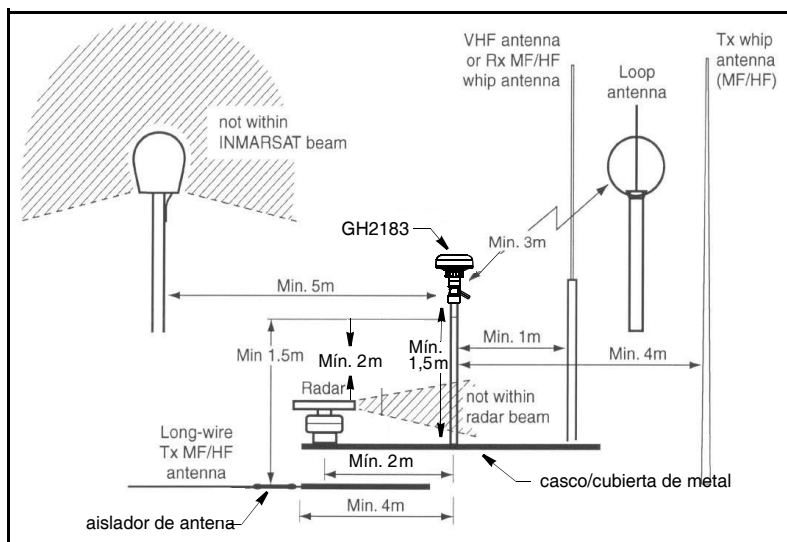

Figura 1. Distancia mínima del sensor
- Para evitar interferencias con el GPS (Figura 1):